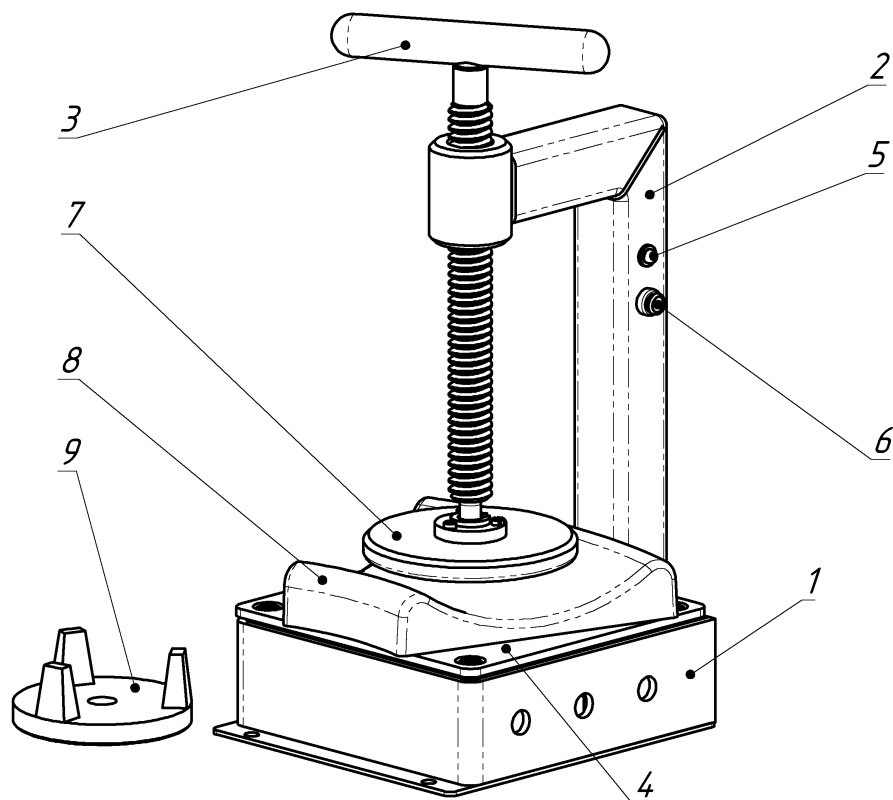

Рис. 1 Общий вид электровулканизатора
4.1 Электровулканизатор (рис. 1) состоит из корпуса 1 с Г-образным кронштейном 2, нажимного винта 3 и плиты 4, привернутой к корпусу 1 через теплоизолирующие прокладки.